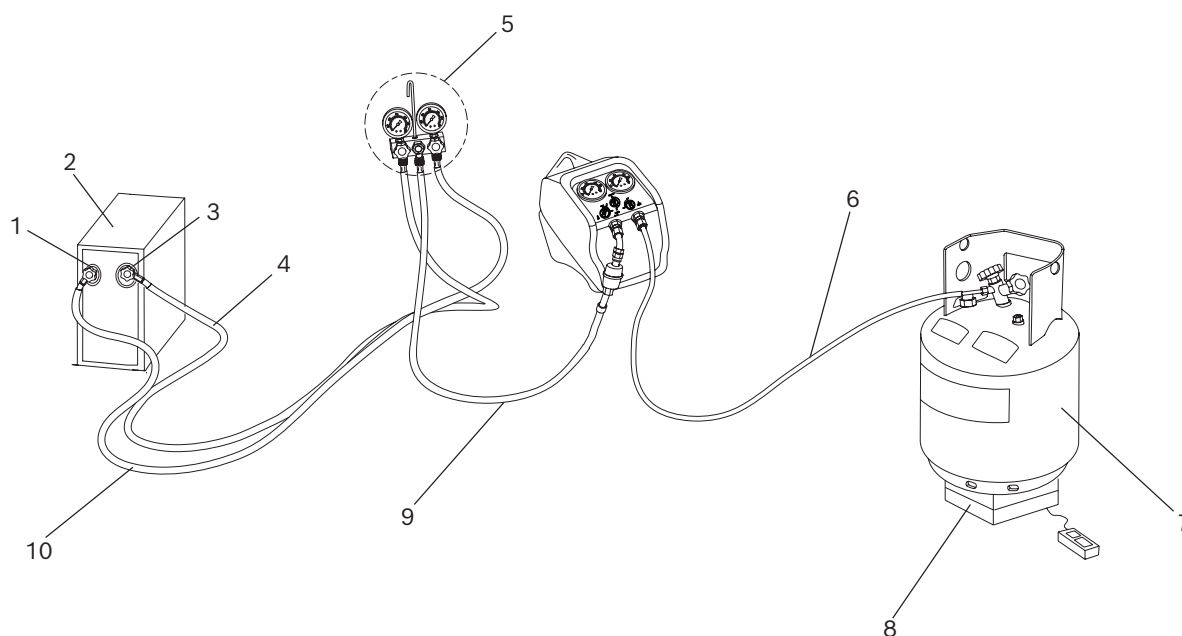

Fig. 3: Recupero normale
3. Collegare la RG4.0 all'impianto sottoposto a manutenzione secondo la Fig. 3.